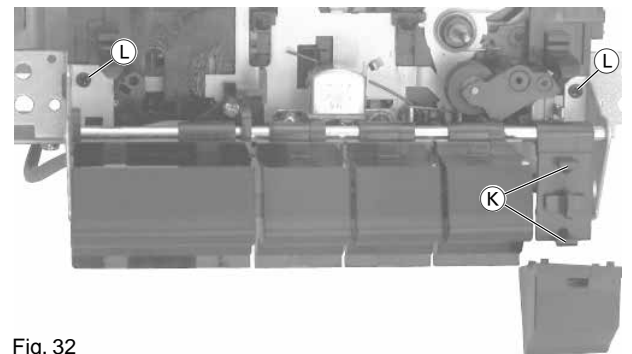

Fig. 32
- Jeweils die beiden Rastnasen K (Fig. 32) auf den Tastenträgern austrasten und die auszuwechselnden Tasten abnehmen.
- Die 2 Schrauben L (Fig. 32) des auszubauenden Rahmens herauserschrauben.
- Disengage the two catches K (Fig. 32) on each of the button carriers and remove the buttons which are to be replaced.
- Undo the 2 screws L (Fig. 32) of the frame which is to be removed.